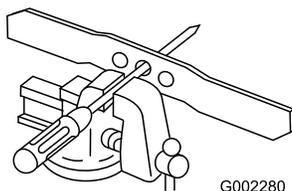

Figura 35
1. Compruebe el equilibrio de la cuchilla colocando el taladro central de la cuchilla sobre un clavo o el palo de un destornillador fijado horizontalmente en un torno de banco (Figura 35).